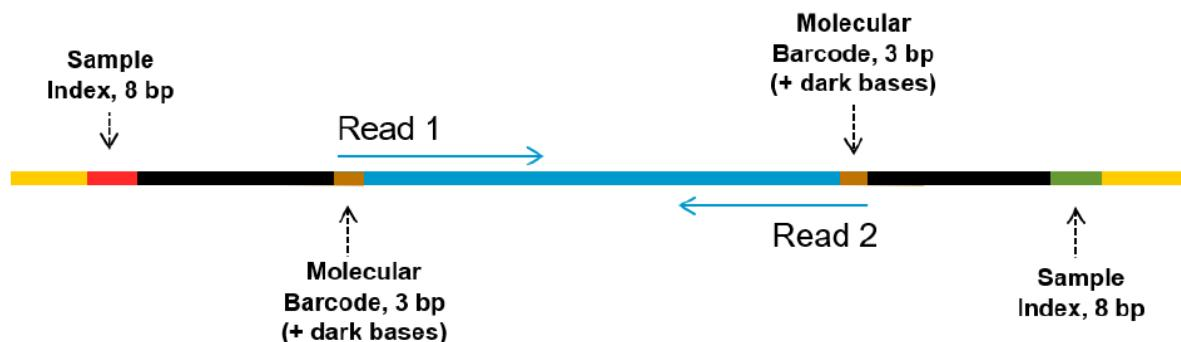

図 3 SureSelect XT HS2 mRNA シーケンスライブラリの構造
最終的な SureSelect XT HS2 mRNA ライブラリプールは、イルミナ社の標準的な Paired-end プライマーとケミストリーでダイレクトシーケンスする状態となっています。図 3 に示されるように、調製されたライブラリの各断片は、mRNA 由来の 1 つのインサートが、イルミナ社のプラットフォームを用いてマルチプレックスシーケンスするのに必要なシーケンスマチーフには含まれている状態です。
- ライブラリフラグメントは、各ストランドに degenerated 分子バーコードが含まれます (45 ページ図 3 参照)。両方のストランドが存在し、ストランド内の MBC を一致させて二重のコンセンサスリードを形成する DNA とは異なり、一本鎖 RNA の解析は片方の鎖の分子バーコードを使用したコンセンサスリードの形成に限定されることに注意してください。